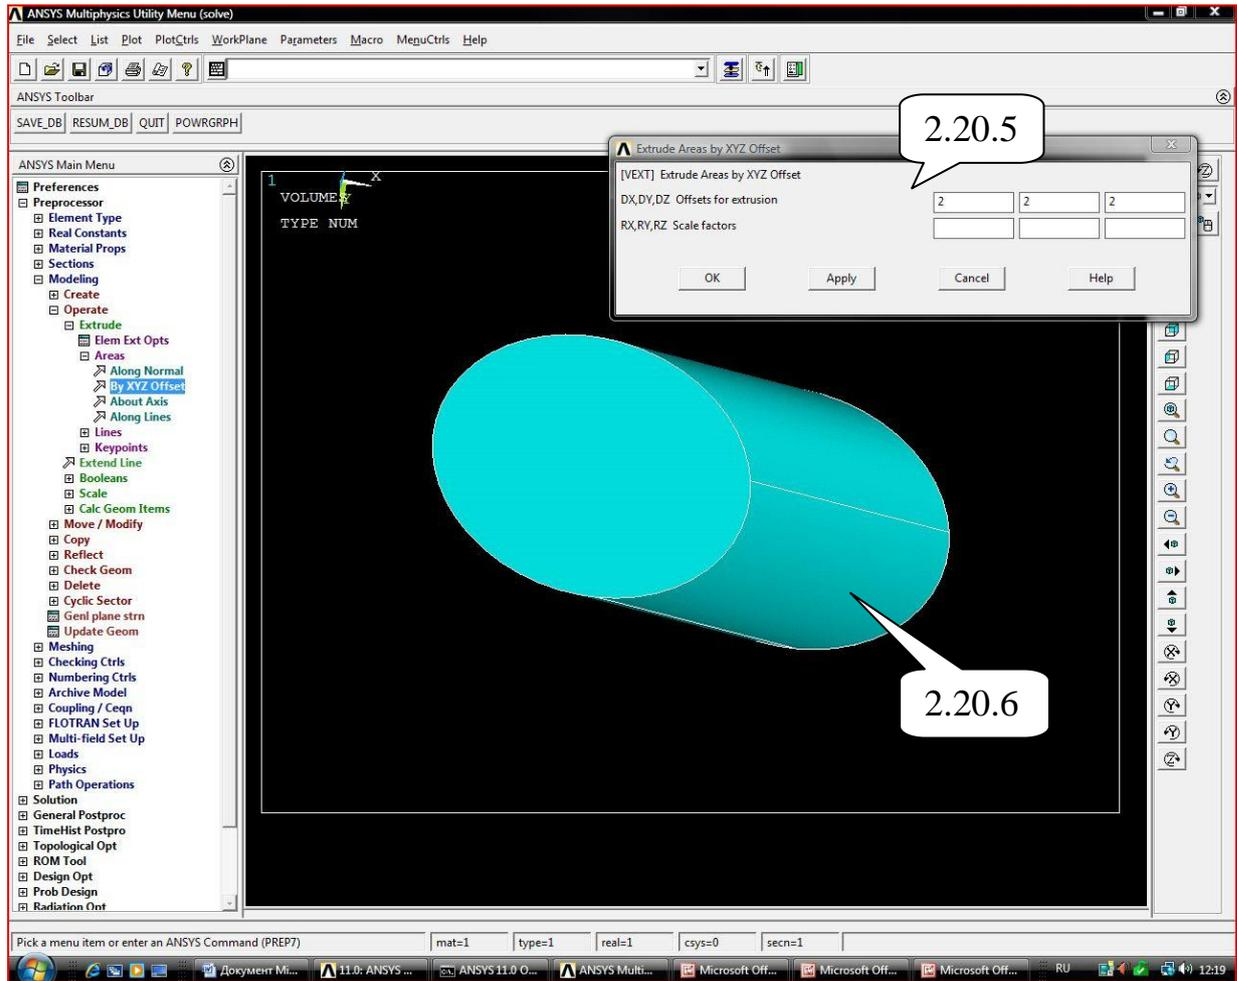

Рисунок 1.17 - Создание объема выдавливанием
2.20.5. Ввести $DX=2$; $DY=2$; $DZ=2$ (рисунок 1.17).